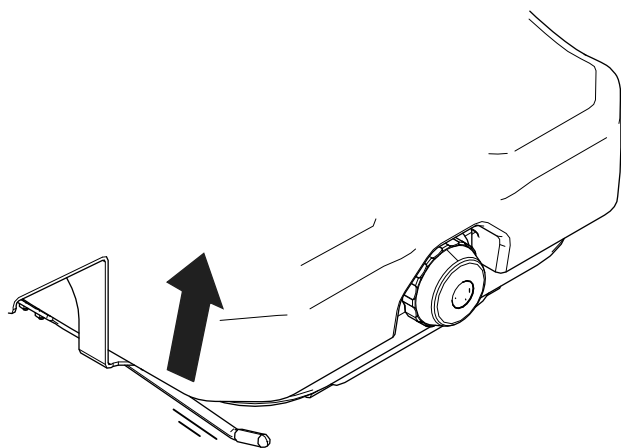

Bild 13
- **Modelle 32302 und 32303:** Heben Sie den Arretierhebel (Bild 13) an, um den Sitz zu lösen, stellen Sie den Sitz auf eine bequeme Stellung ein und lassen Sie den Arretierhebel los, um die Sitzstellung zu arretieren.